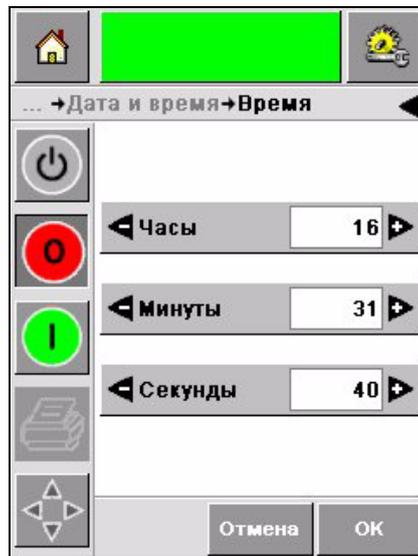

Рисунок 5-25: Время
- 7 Коснитесь пиктограммы *Время*, откроется страница времени (Рисунок 5-25).